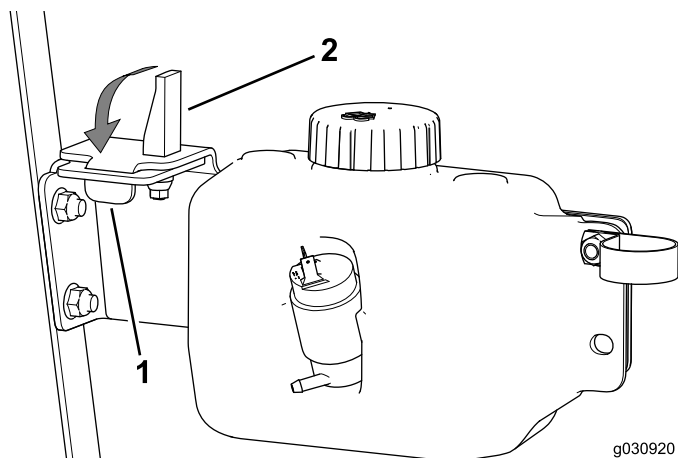

Bild 34
- Setzen Sie die Nase in den Schlitz und die Ausdehnungsriegel-Büchse in das Loch in der Behälterplatte (Bild 34).
- Drehen Sie den Hebel des Ausdehnungsriegels nach unten (Bild 34).